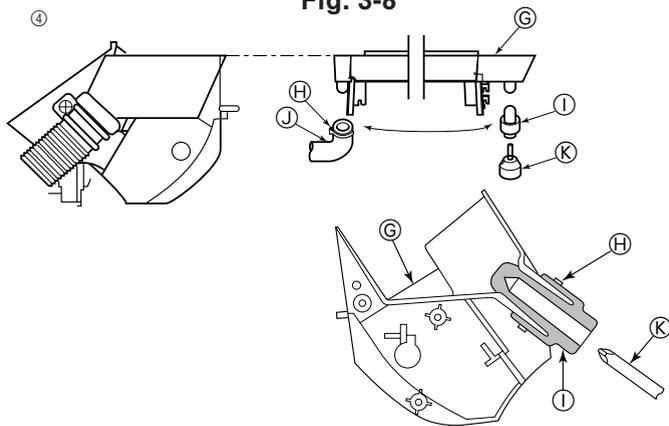

Fig. 3-9
④ Ο σωλήνας αποχέτευσης μπορεί να συνδεθεί σε δύο διαφορετικές θέσεις. Χρησιμοποιήστε τη θέση που σας διευκολύνει καλύτερα και, εφόσον χρειάζεται, αλλάξτε τη θέση του δοχείου αποχέτευσης, του λαστιχένιου πάματος και του σωλήνα αποχέτευσης. (Fig. 3-9)